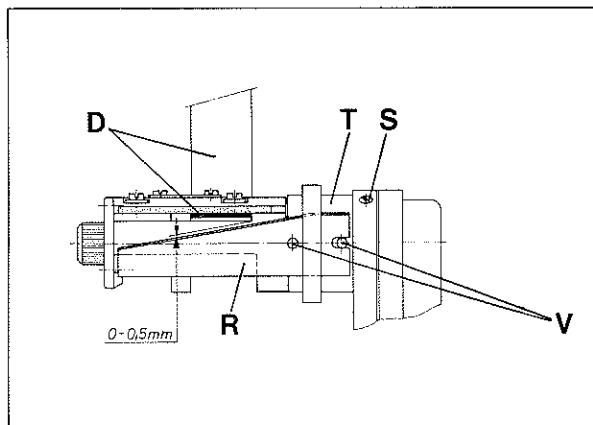
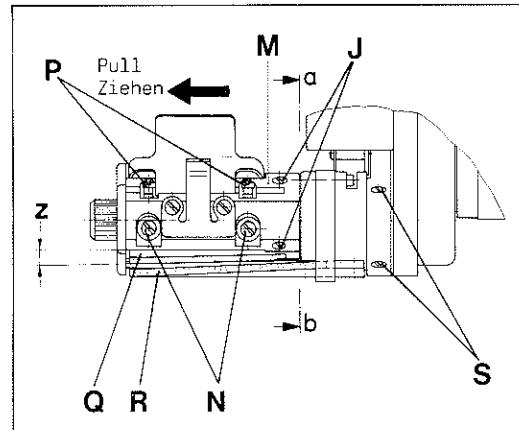
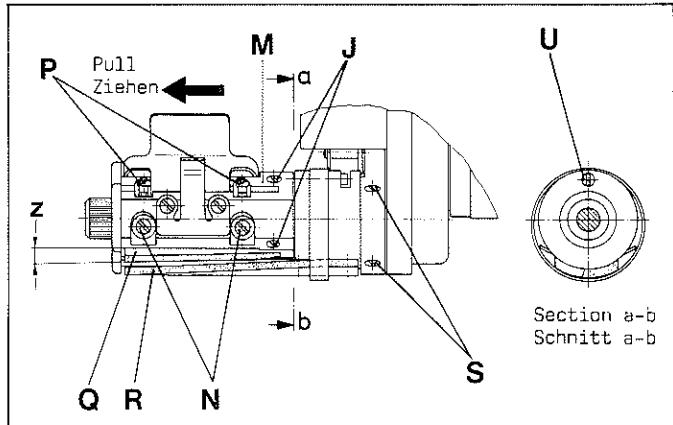

Fig.50
Fig.49
Fig.51
Loosen the two screws (N, Fig. 49) very slightly and set with stop screws (P) the lower knife (Q) down so far that the cutting edges of upper and lower knife will press slightly against each other at the right where the cutting starts.
Lösen Sie die beiden Schrauben (N, Fig. 49) ganz leicht und stellen Sie mit den beiden Anschlagschrauben (P) das Untermesser (Q) soweit nach unten, daß die Schneidkanten von Ober- und Untermesser rechts, wo das Schneiden beginnt, leicht gegeneinander drücken.
Now by further turning in the left screw (P) set the lower knife (Q) in a slightly slanting position (shear angle z, Fig. 49), so that both knives remain in punctual contact while cutting.
Loosen screw (S, Fig. 50) and rotate bushing (T) with upper knife (R) so that there will be a distance of 0 to 0,5 mm (0 to .020 in.) for the tape (D), see Fig. 50. Retighten screw (S).
Loosen screws (J, Fig. 49) and pull-off knife holder assembly (M) in direction of the arrow (see Fig. 49) and remove the plastic washer. Turn clamp bolt (U, Fig. 51) in any direction by 180° and remove the upper knife (R, Fig. 50).
Insert a new upper knife on bolts (V) and turn clamp bolt (U, Fig. 51) again by 180° which fastens the knife.
Replace the plastic washer and slip-on knife holder assembly (M, Fig. 49), rotate it into the correct position with respect to the lower knife (R) and retighten screws (J).
Stellen Sie nun durch weiteres Eindrehen der linken Schraube (P) das Untermesser (Q) leicht schräg (Scherwinkel z, Fig. 49), so daß beim Schneiden beide Messer punktförmig in Kontakt bleiben.
Lösen Sie die Schraube (S, Fig. 50) und verdrehen Sie die Buchse (T) mit dem Obermesser (R) so, daß für das Band (D) ein Abstand von 0 bis 0,5 mm entsteht, siehe Fig. 50. Ziehen Sie die Schraube (S) wieder an.
Lösen Sie die Schrauben (J, Fig. 49) und ziehen Sie den kompletten Messerhalter (M) in Pfeilrichtung (siehe Fig. 49) ab und entfernen Sie die Kunststoffscheibe. Drehen Sie den Spannbolzen (U, Fig. 51) in beliebiger Richtung um 180° und entfernen Sie das Obermesser (R, Fig. 49).
Setzen Sie ein neues Obermesser auf die Bolzen (V) und drehen den Spannbolzen (U, Fig. 51) wieder um 180°, damit ist das Messer befestigt.
Legen Sie die Kunststoffscheibe auf und schieben Sie den kompletten Messerhalter (M, Fig. 49) wieder ein, verdrehen Sie ihn in die richtige Stellung zum Untermesser (R) und ziehen Sie die Schrauben (J) wieder an.